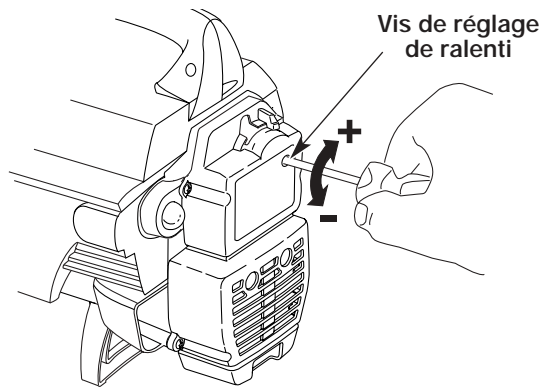

Fig. 27
Le régime ralenti du moteur est réglable par le couvercle du filtre à air/silencieux (Fig. 27).
3. Relâchez le levier d'accélérateur et laissez le moteur au ralenti. Si le moteur s'arrête, insérez un petit tournevis à embout cruciforme ou à tête plate dans le trou du couvercle du filtre à air/silencieux (Fig. 27). Vissez la vis de réglage du ralenti de 1/8 de tour à la fois (selon le besoin) jusqu'à ce que le moteur se mette bien au ralenti